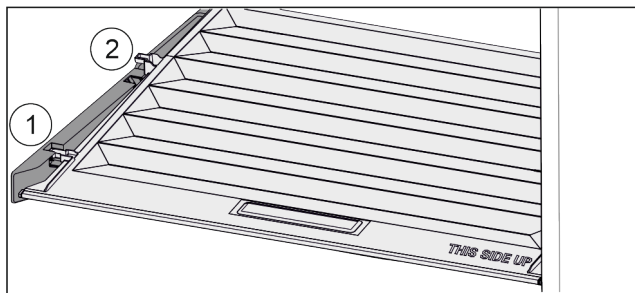

Fig. 32
- ▶ Потянуть крышку до отверстия в поддерживающих деталях вперед Fig. 32 (1).
- ▶ Поднять сзади снизу и извлечь Fig. 32 (2) движением вверх.